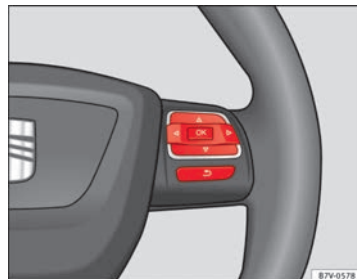

Fig. 38 Lato destro del volante multifunzione: Tasti per utilizzare i menu del quadro strumenti.
- Se viene visualizzato un messaggio o il pittogramma del veicolo, premere il tasto **OK** (⇒ fig. 37 (A) o ⇒ fig. 38).